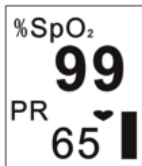
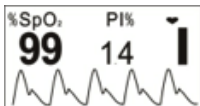
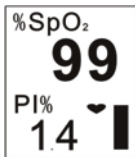

Figura 5
Figura 6
Figura 7
- Premere due volte il tasto Display, lo schermo del display sarà cambiato come mostrato in Figura 5.
- Premere il tasto Display tre volte, lo schermo del display (come mostrato nella Figura 5) verrà ruotato di 180°.
- Premere il tasto del display in modo circolare, lo schermo del display verrà commutato tra le due schermate (come mostrato nella Figura 4 e nella Figura 5) e le quattro direzioni verranno visualizzate alternativamente.
6. Premere a lungo Tasto Display (circa 2 secondi), verrà visualizzato lo schermo come mostrato nella Figura 6. Le differenze tra la Figura 6 e la Figura 4 sono le seguenti:
- In Figura 6, SpO₂ e indice di perfusione vengono monitorati e visualizzati sullo schermo.
7. Quando sullo schermo viene visualizzato come mostrato nella Figura 6, premere il tasto Display in modo circolare, lo schermo del display verrà commutato tra le due schermate (come mostrato nella Figura 6 e Figura 7) e le quattro direzioni verranno visualizzate alternativamente.
8. La schermata di visualizzazione (come mostrato nella Figura 6 o Figura 7) tornerà allo schermo come mostrato nella Figura 4 o Figura 5 se non viene eseguita l'operazione entro 10 secondi.